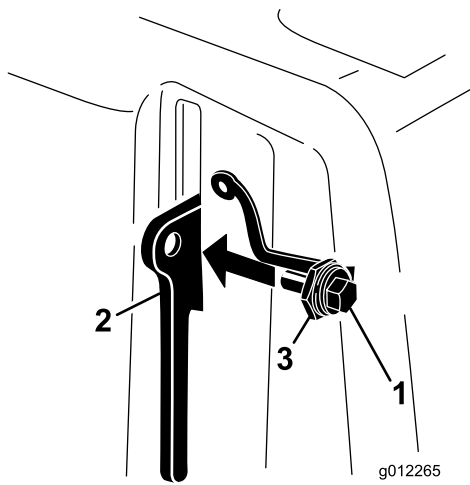

Figura 10
3. Enrosque el perno en la palanca de enganche (Figura 10).